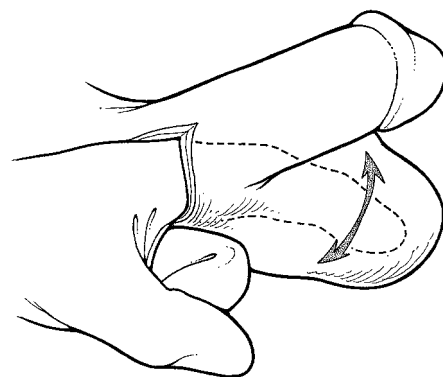

Figure 4-16a. Méthode infrapubique : dissection sans coupure
1. À l'aide d'une dissection par clivage, formez une poche dans la portion du scrotum pendant le plus bas (**Figures 4-16a et 4-16b**).